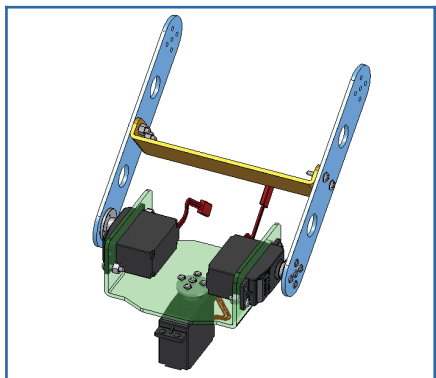

Figura 11: Immagine virtuale dell'assieme N° 2
L'oggetto in **figura 11** altri non è che il nostro assieme meccanico **N° 2** montato, dobbiamo assemblarlo alla base semovente, come fare? Prendiamo come al solito pinze a becco e cacciavite a croce, avviciniamo il gruppo 2 al gruppo 1 e poggiamo delicatamente la corona plastica, che si trova avvitata sotto la torretta, sull'ingranaggio del pignone del servo RC, che si trova fissato sul ponte fisso inferiore ed orientato verso l'alto, particolare (B) di **figura 8**.